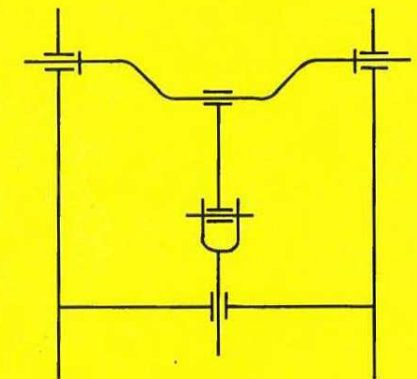

Bild 24
- 6.1. Zeichne das Bild 24 in Dein Werkheft und ordne die folgenden Begriffe zu: Kurbelwelle, Pleuel, Kreuzkopf, Schubstange!